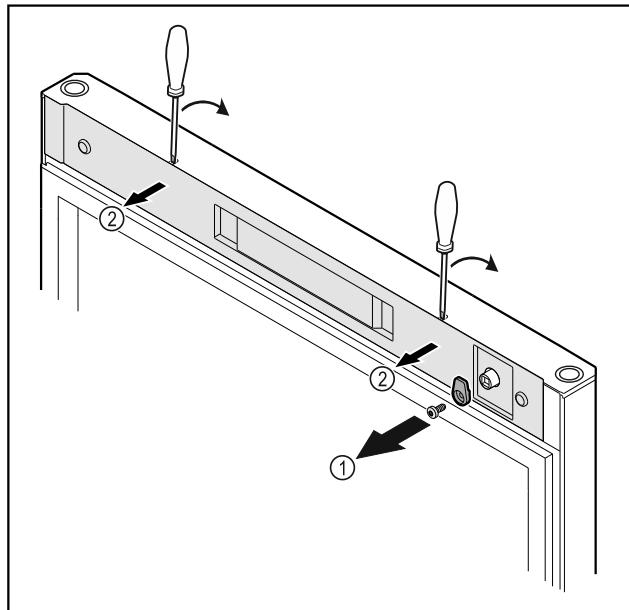

Fig. 19
- ▶ 拧下锁钩 Fig. 19 (1)。
- ▶ 使用小型螺丝刀松开并取下盖板 Fig. 19 (1)。